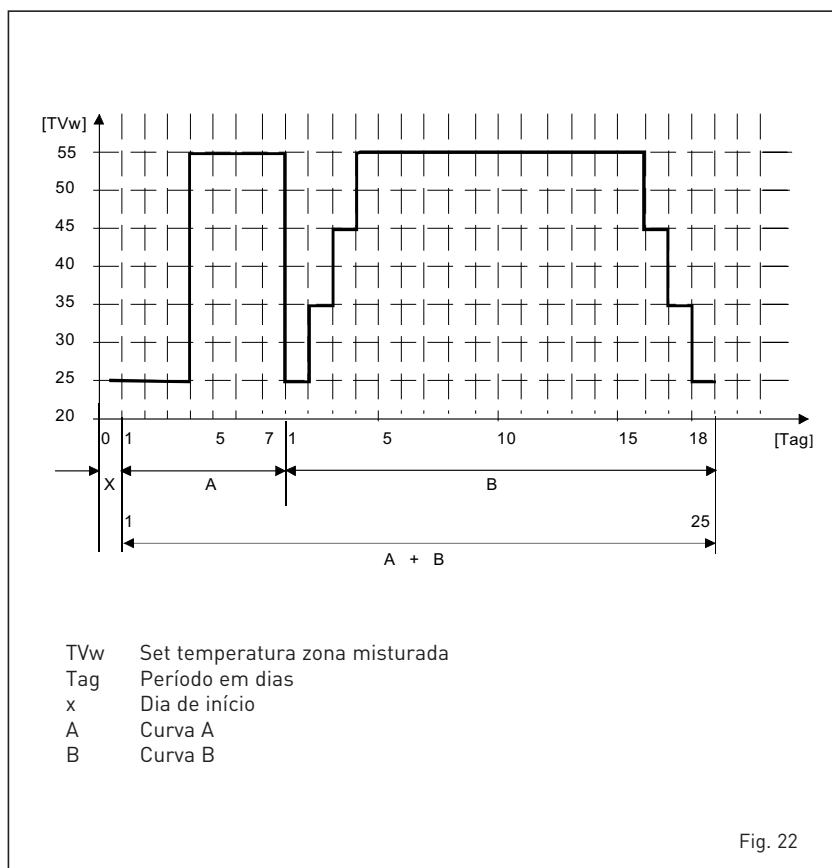

Fig. 22
4.5.3 Função de secagem da betonilha (fig. 22)
O gráfico da fig. 22 representa o andamento das curvas.